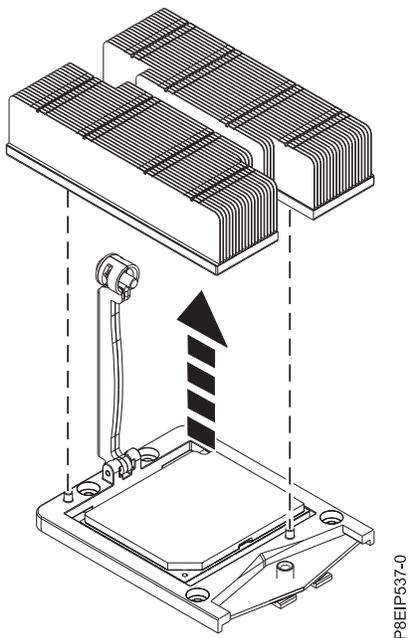

Figura 52. Extracción del disipador térmico
4. Sujete el disipador térmico y extráigalo levantándolo verticalmente, como se muestra en la Figura 52.